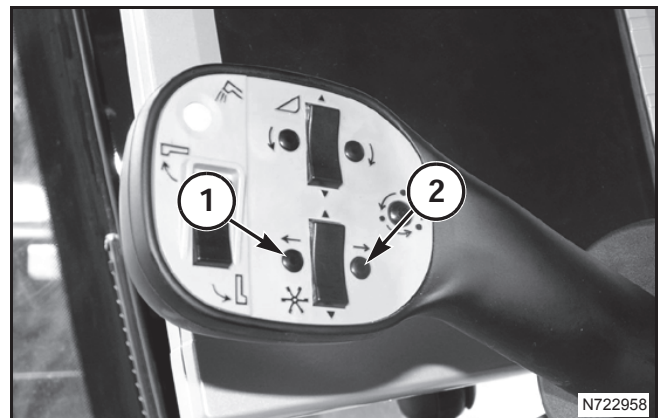

FIG. 21
FIG. 21: Presione el botón izquierdo (1) para mover la plataforma hacia adelante en los brazos de soporte del molinete. Presione el botón derecho (2) para mover la plataforma hacia atrás en los brazos de soporte del molinete.